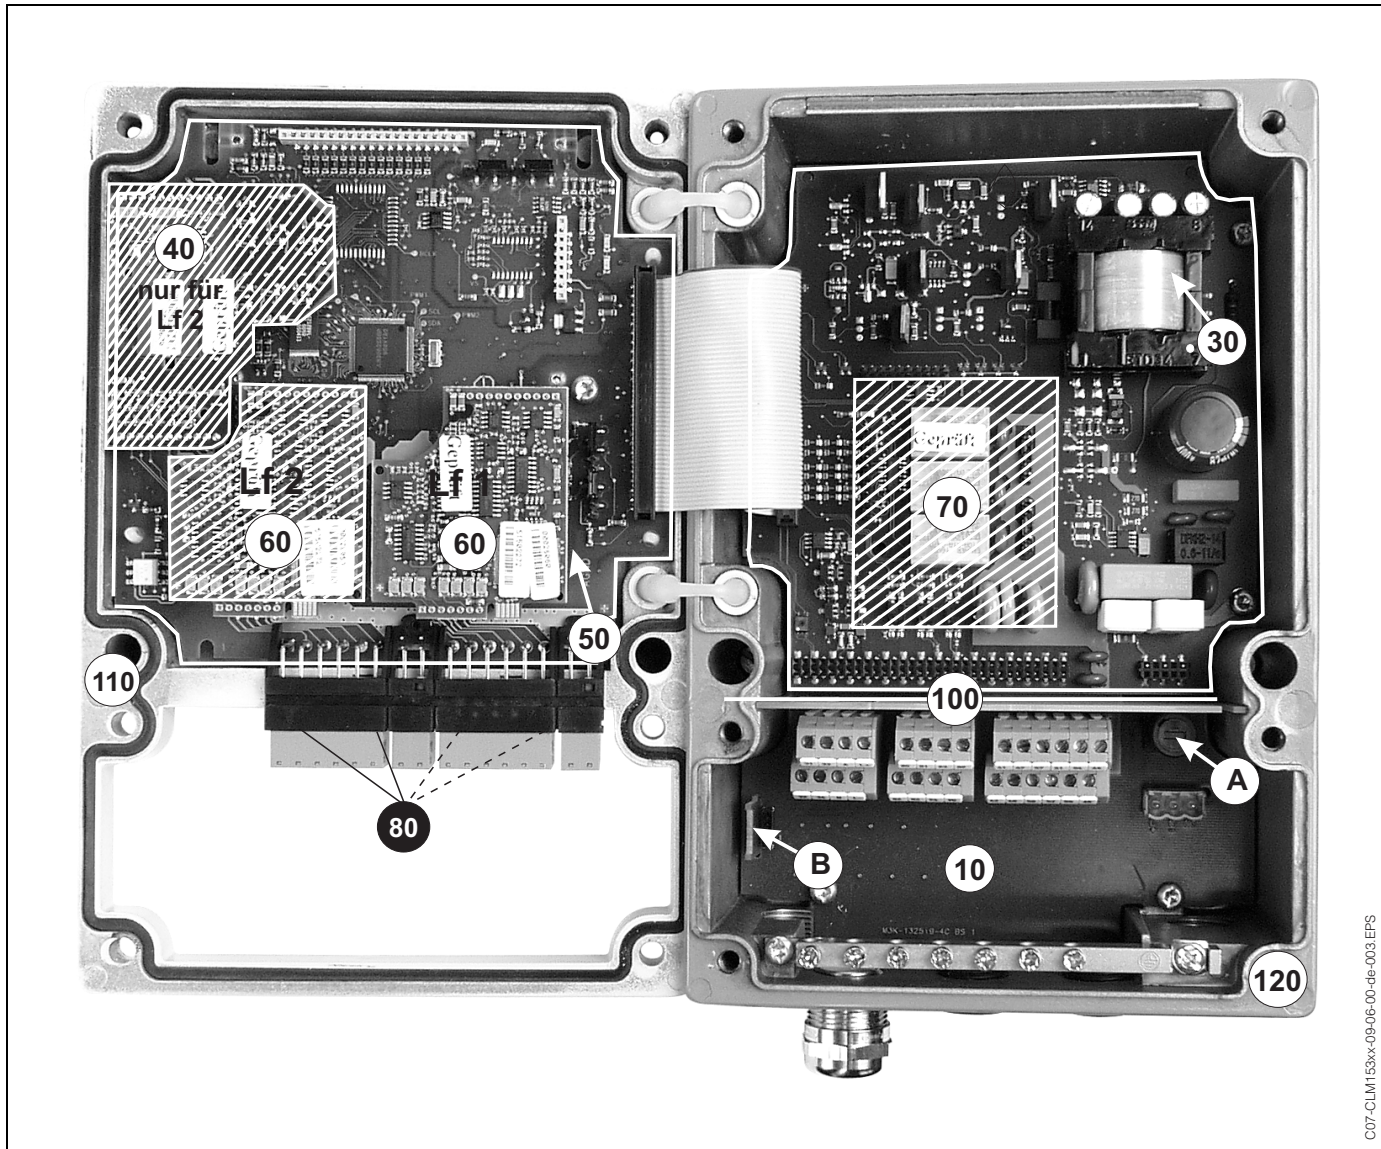

Fig. 34 : Vue de l'intérieur du transmetteur Mycom S
- Position du support de fusibles : "A" dans fig. 34.